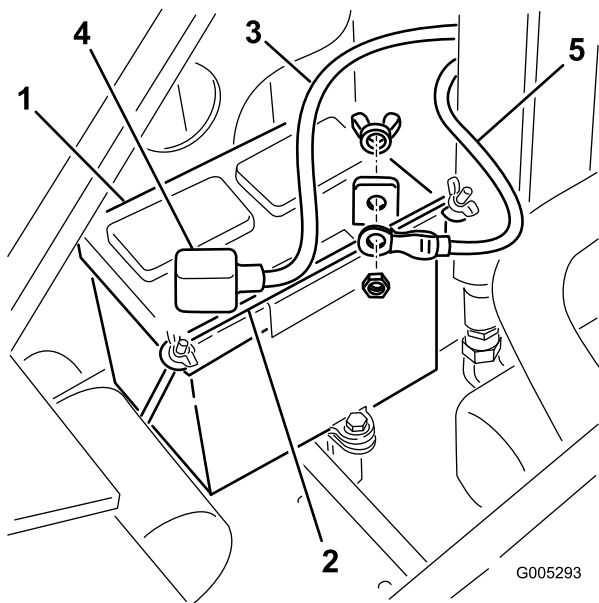

图 43
4. 拆下固定电池的蝶形螺帽和杆 图 43。
- 从电池电极上断开负极黑色接地电线图 43。保留紧固件。
- 从电池电极上断开正极红色接线图 43。保留紧固件。
- 使用之前拆下的紧固件将正极红色电池接线安装到正极 (+) 电池端子图 43。
- 使用之前拆下的紧固件将负极黑色电池接线安装到负极 (-) 电池端子图 43。
- 使用杆和蝶形螺帽固定电池图 43。